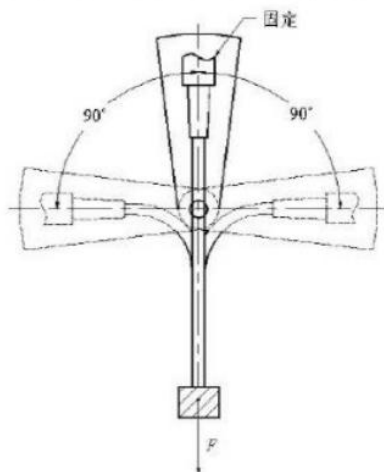

图 1 电缆组件弯曲试验装置
该模块选用 7 寸彩色触摸屏用于显示和设置设备的各项参数和功能操作，主要设有运行界面（图 1）和摆臂调位界面（图 2）。
（图 1）运行界面
电缆组件弯曲试验如图 1 所示。电缆组件应垂直悬挂, 由一端的连接器支撑住, 用相关详细规范规定的力 F 以垂直向下的方向施加到电缆上。应将连接器沿垂直平面向一个方向弯曲 90° , 再回到原来的位置, 然后向相反的方向弯曲 90° , 再回到原来的位置, 共做 4 次, 弯曲速率为 20 次/分钟或由相关详细规范规定。此后, 把电缆组件两端的位置颠倒过来重复上述步骤。
试验装置应在试样承受拉伸负荷的同时,允许试样被反复弯曲,弯曲角度达到 180° ,两个极限位置与垂线两边各成 90° 角。电缆试验的适用装置见图 1,电缆/连接器组件试验的适用装置见图 2。可以采用其他的等效装置。
- b) 把试样固定到图 1 或图 2 所示的试验装置上;